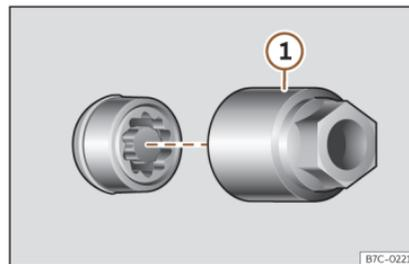

Fig. 33 Vite antifurto con cappuccio ed adattatore.
- Inserire l'adattatore speciale»» fig. 33 ① (attrezzo di bordo»» pag. 44) nella vite antifurto della ruota fino al fermo.